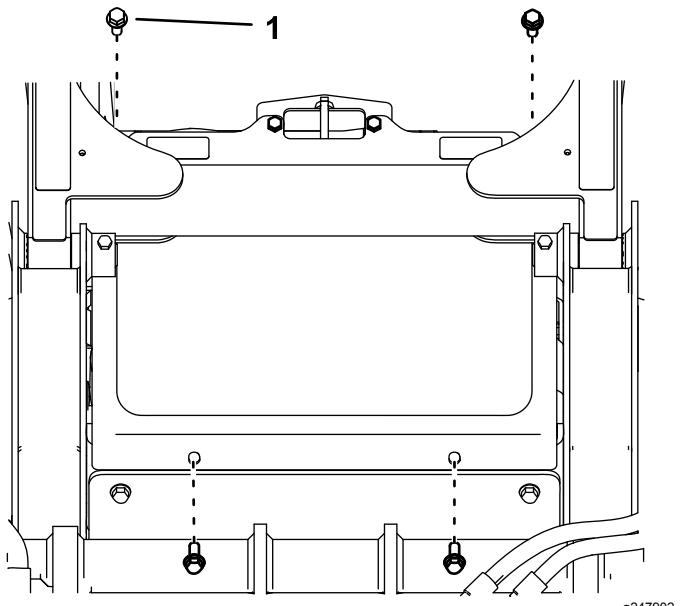

Figura 20
1. Montate la griglia anteriore utilizzando i 4 bulloni (3/8" x 1") che avete rimosso in precedenza (Figura 20).